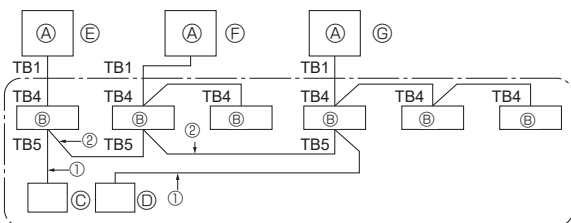

Fig. 9-1
- ② Αφού κλείσετε την ανασταλτική βαλβίδα της γραμμής υγρού, γυρίστε το διακόπτη SWP στον πίνακα ελέγχου της εξωτερικής μονάδας στη θέση ON. Ο συμπιεστής (εξωτερική μονάδα) και οι ανεμιστήρες (εσωτερική και εξωτερική μονάδα) αρχίζουν να λειτουργούν και η εκκένωση του ψυκτικού αρχίζει. Οι λυχνίες LED1 και LED2 στον πίνακα ελέγχου της εξωτερικής μονάδας είναι αναμμένες.
- ③ Δεδομένου ότι η λειτουργία της μονάδας σταματά αυτόματα ύστερα από 2 ή 3 λεπτά μετά την ολοκλήρωση της διαδικασίας συλλογής ψυκτικού υγρού (λυχνία LED1 σβηστή, λυχνία LED2 αναμμένη), φροντίστε να κλείσετε σύντομα τη βαλβίδα διακοπής κυκλοφορίας αερίου. Εάν η λυχνία LED1 είναι αναμμένη και η λυχνία LED2 σβηστή και η λειτουργία της εξωτερικής μονάδας έχει σταματήσει, δεν εκτελείται σωστά η διαδικασία συλλογής ψυκτικού υγρού. Ανοίξτε εντελώς τη βαλβίδα διακοπής κυκλοφορίας του υγρού και επαναλάβετε το βήμα ② αφού περάσουν 3 λεπτά.
- ④ Διακόψτε την τροφοδοσία ρεύματος (διακόπτης κυκλώματος).
9. Έλεγχος συστήματος (Fig. 9-1)